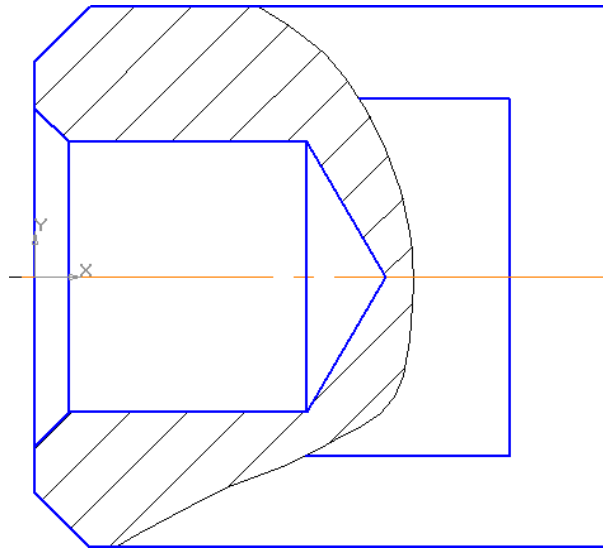

Рис. 14
9. Сделайте активным **Вид 1** кнопкой *Состояние видов*  на Панели текущего состояния и постройте линии, определяющие лыску на главном виде, рис. 14.